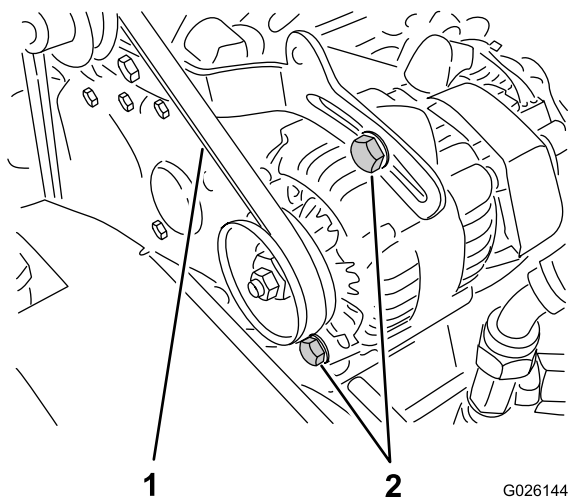

Figura 68
2. Controllate la tensione premendo la cinghia al centro tra le pulegge dell'alternatore e dell'albero motore con una forza di 10 kg (Figura 68).
A. Allentate i 2 bulloni di fissaggio dell'alternatore (Figura 68).
B. Con un piede di porco, ruotate l'alternatore fino a ottenere una tensione della cinghia appropriata, poi serrate i bulloni di fissaggio (Figura 68).